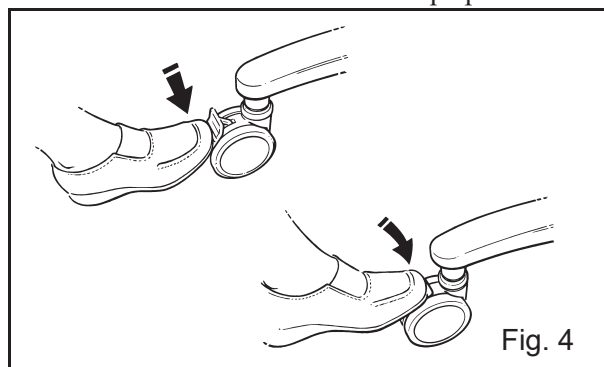

Fig. 4
**Hjulbremser:** Chassisets baghjul er forsynet med bremsere, der kan betjenes med foden (se fig. 4) efter behov for at holde Sara 3000-liften på plads.